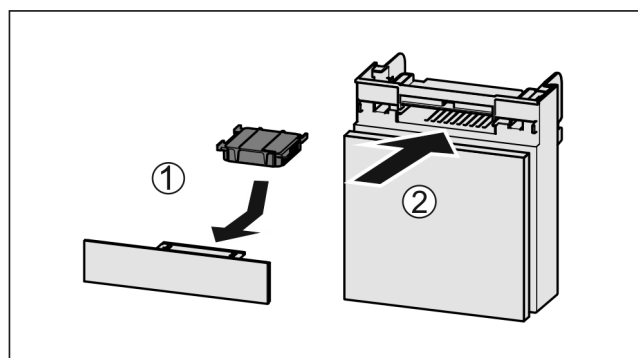

Fig. 70
- ▶ Insérer le filtre à charbon actif d'après le schéma *Fig. 70 (1)*.
- ▶ Insérer le compartiment *Fig. 70 (2)*.